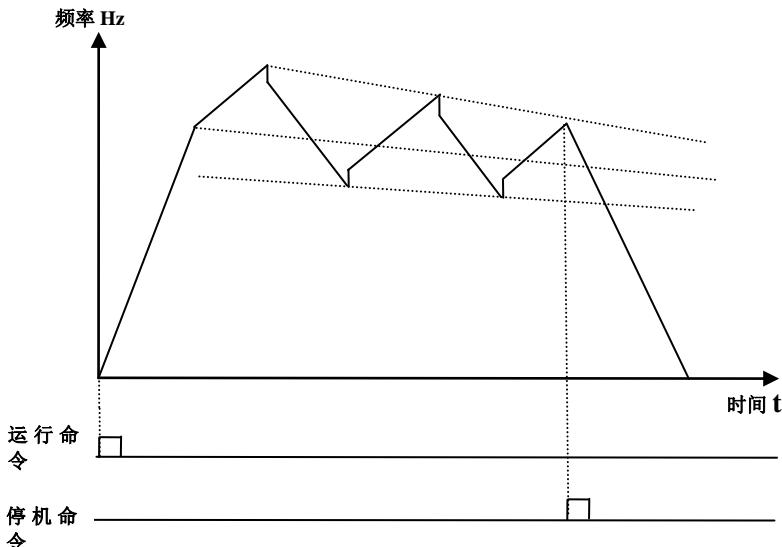

图 6-7 摆频模式 2 工作示意图
- F235=2, 摆頻模式 2, 中心频率递减模式, 工作过程如图 6-7 所示。